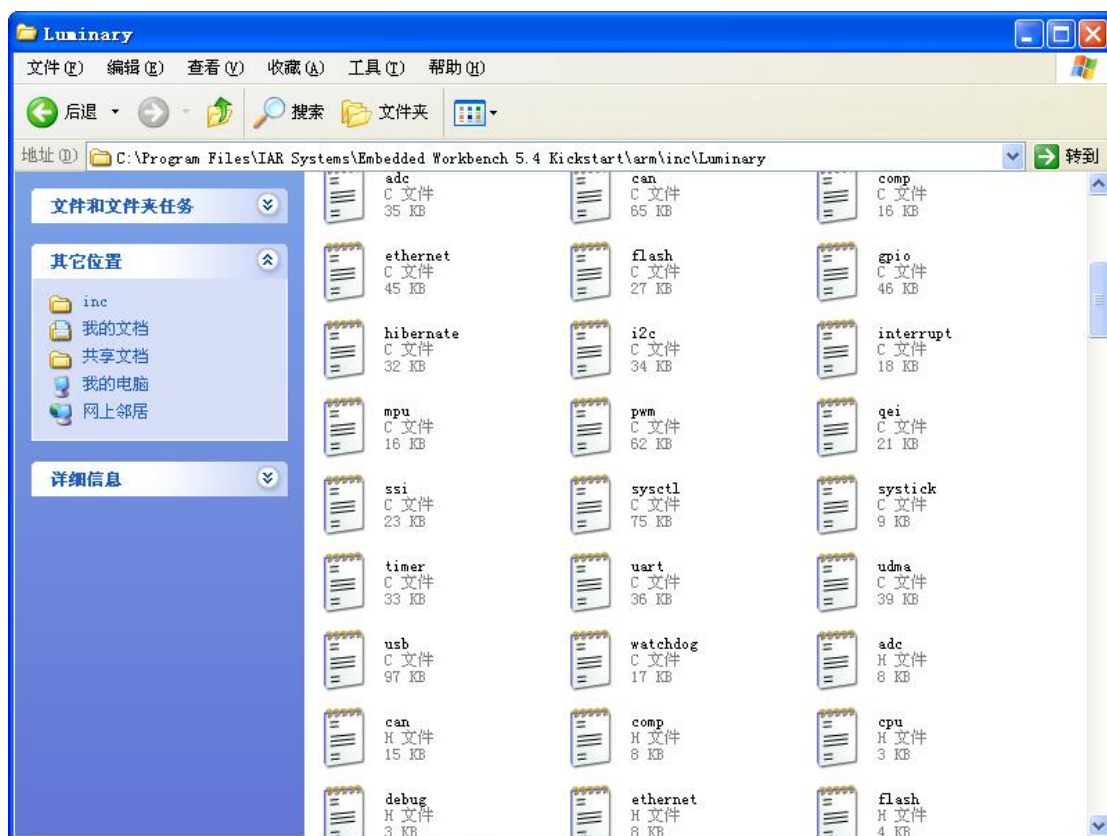

图 2.6 驱动库头文件存放目录
3. 复制驱动库头文件，然后粘贴到新建的“Luminary”文件夹下，即“C:\ProgramFiles\IAR Systems\Embedded Workbench 5.30 Kickstart\arm\inc\Luminary”目录。如图 2.6 所示。